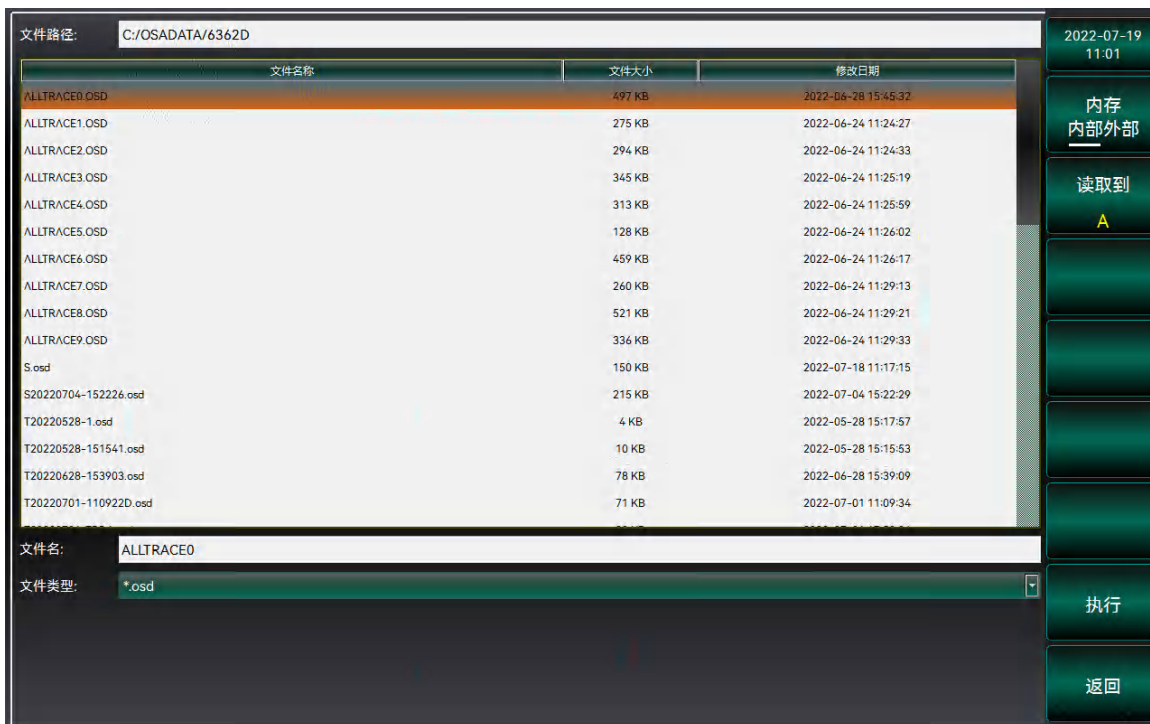

图 3-15 文件打开界面示意图
1. 选择【读取】选项，系统将进入文件处理界面，如图 3-15 所示。